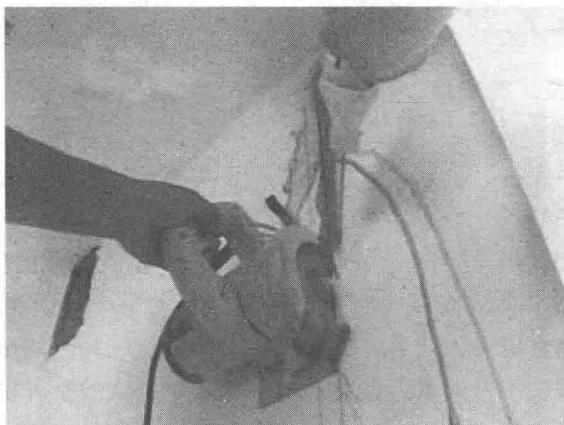

图1-3 开槽时在90°角的地方应切去内角示意图
① 根据定位和线路走向弹好线后，用切割机沿着弹线双面切割，槽的深度要和管材的直径匹配，不允许开横槽，因为会影响墙的承受力。
② 在开槽时尽量避免影响槽边的墙面，以免造成空鼓，留下隐患。
③ 沿走向线凿去砂浆层与砖角以形成线槽，为避免崩裂，以多次斜凿加深为宜，混凝土结构部位开槽时，开槽深度以可埋下PVC电线管为标准，深度不宜过深，以免切断结构层的钢筋，对结构层强度造成破坏。
④ 开槽时在90°角的地方应切去内角，以便电线管铺设，如图1-3所示。